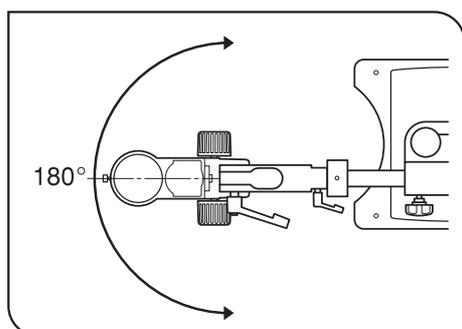

Fig. 21
6. Pour faire pivoter horizontalement le corps microscope, desserrer le mécanisme de blocage du bras pour le statif SZX ou du corps microscope SZX. (Fig. 21)